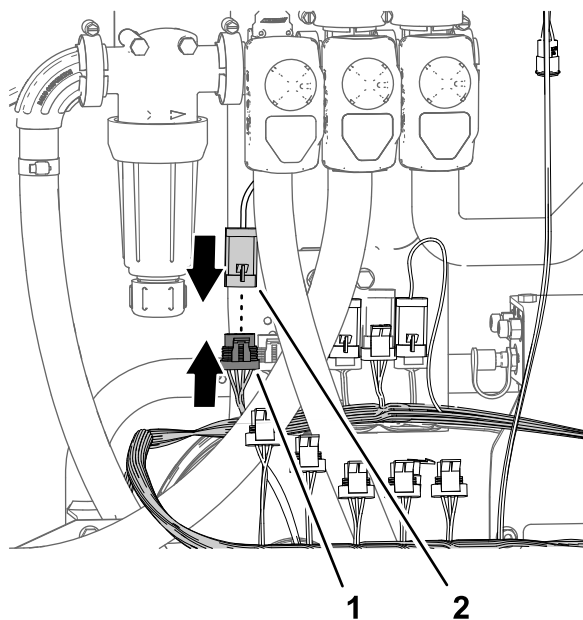

Figure 87
4. Branchez le connecteur à 4 broches de l'actionneur de la vanne de débit au connecteur à 4 douilles de la branche de 89 cm du faisceau de 89 cm du faisceau du kit étiquetée RATE VALVE (Figure 87).